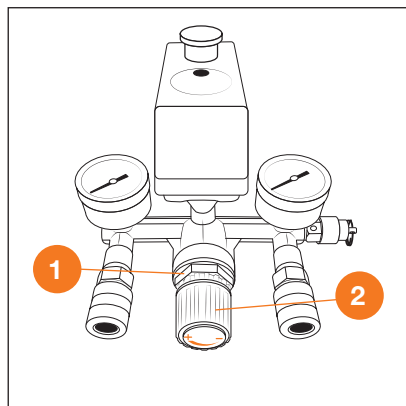

Рис. 15
- Выходное давление всех моделей компрессоров (кроме **DAC 170S**) изменяется при помощи регулирующего клапана. Ослабьте стопорную гайку **1** и поверните ручку регулировочного клапана **2** по часовой стрелке (в направлении маркировки «+») для увеличения давления и против часовой стрелки (в направлении «-») — для уменьшения (Рис. 15).